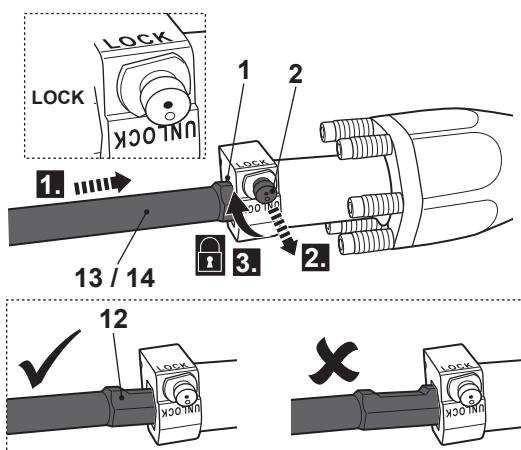

Fig. 2
- > Introduceți o daltă (13, 14) până la capăt, pentru a se opri în mandrină (1) cu canelura din arborele uneltei (12) în partea superioară (Fig. 2, pasul 1).
- > Trageți și roțiți șurubul de blocare (2) cu 180° pentru a elibera dalta (13, 14) (Fig. 2, pașii 2, 3).